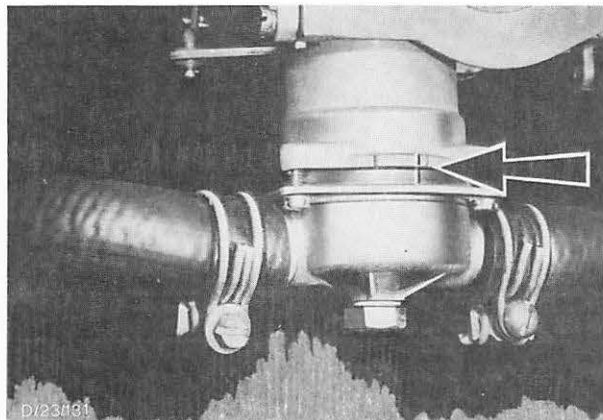

Abb. 147 Strichmarkierungen zum Ausrichten des Wassergehäuses in Deckung bringen
18. Abschirmscheibe in das Startautomatik-Gehäuse einsetzen, Wassergehäuse komplett ansetzen und Thermofeder auf den Stift am Mitnehmerhebel einhängen. 3 Befestigungsschrauben lose eindrehen, Strichmarkierungen beider Gehäuse zur Deckung bringen und Schrauben festziehen. Abb. 147.